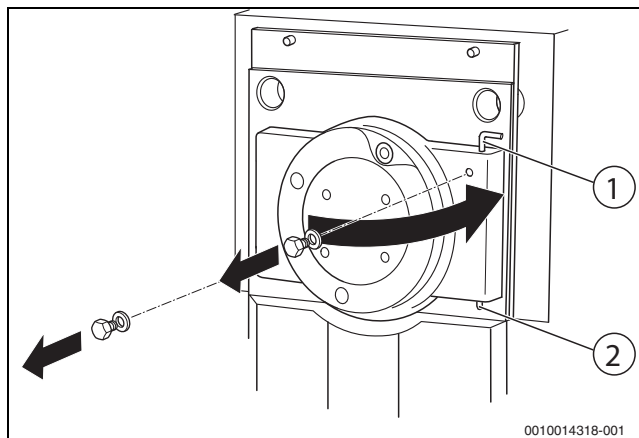

Fig. 23 Deschiderea ușii camerei de ardere
- Scoateți bolțul de balama [1] (→ Fig. 23, pagina 24) din gaura balamalei.